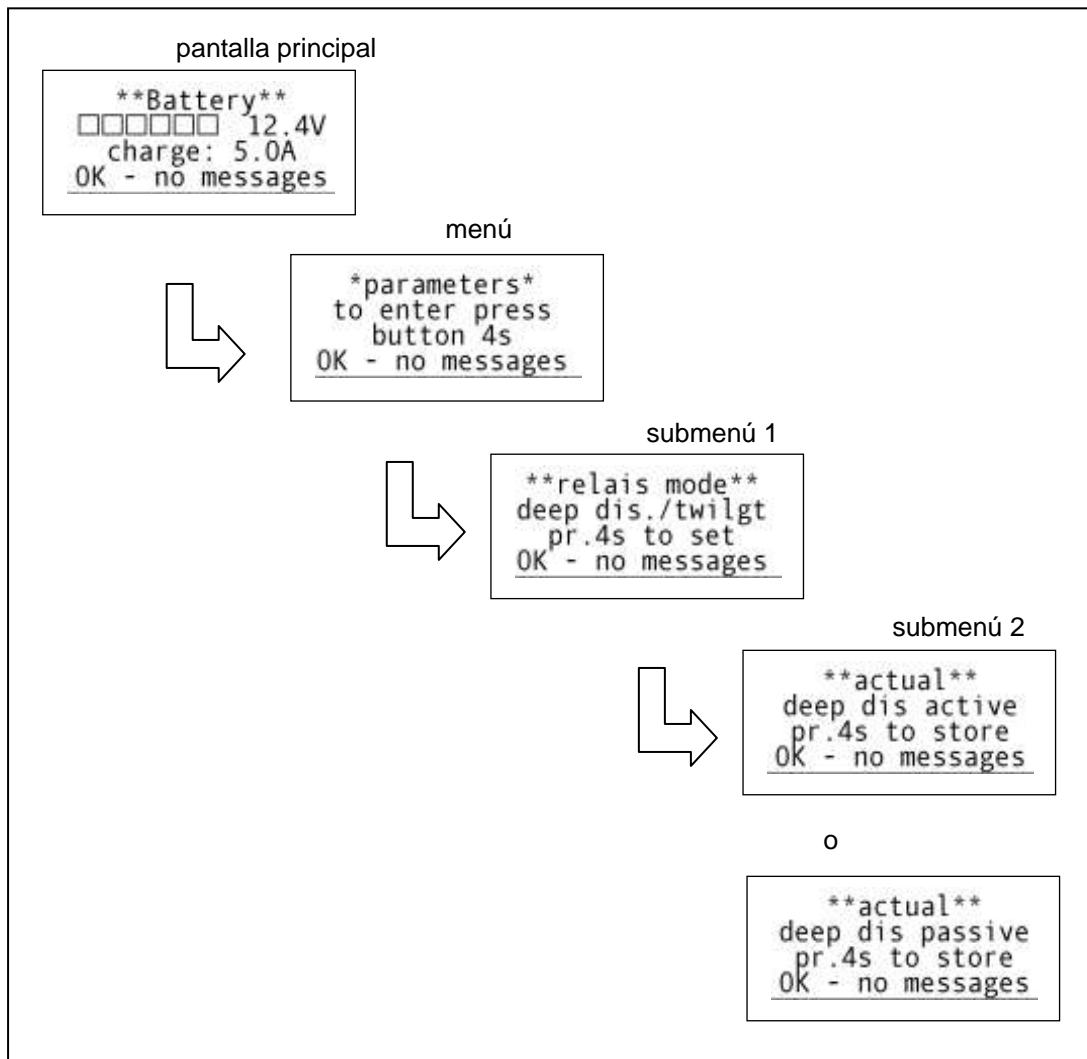

ilustración 9
4.2 Protección ante de descarga profunda (ilustración 9)